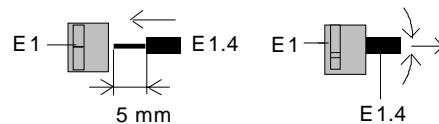

Bild 6: Anschließen und Abklemmen der Leitungen
- Enden des Leiters (E1.4) entisolieren und in Klemme (E1) stecken (rot = +, schwarz = -) bzw. (gelb = +, weiß = -) (Bild 6).
- Die Klemmen (E1) abziehen und den Leiter (E1.4), bei gleichzeitigem Hin- und Herdrehen, herausziehen (Bild 6).